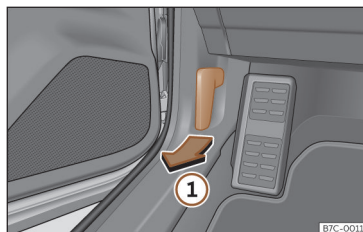

Fig. 192 Levier de déverrouillage sur le plancher, côté conducteur.
- Ouvrez la portière et tirez sur le levier situé sous le tableau de bord >>> **fig. 192** ①.